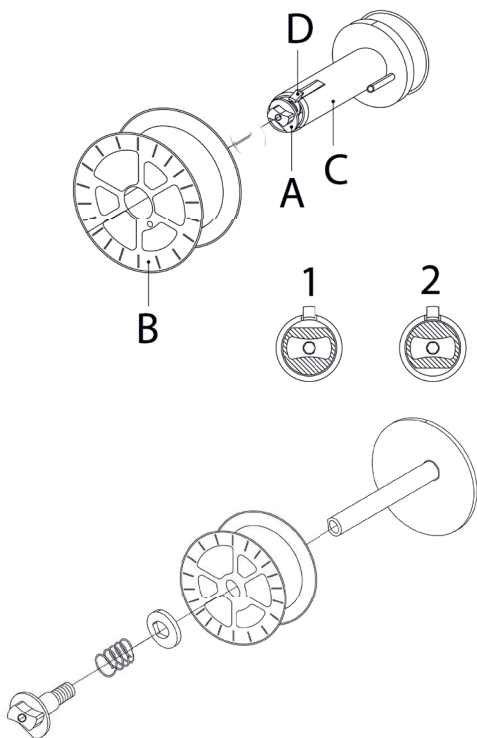
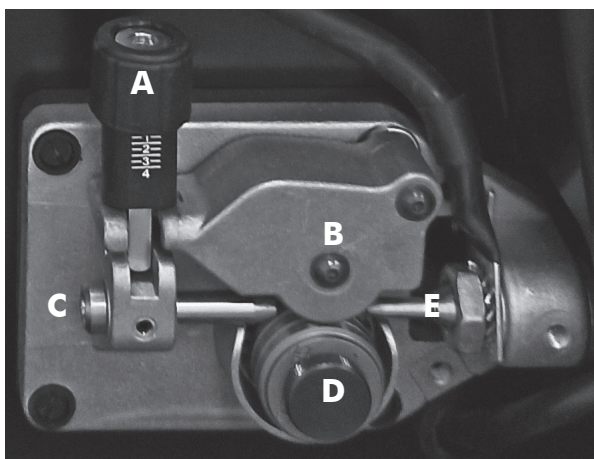

Abbildung 4
Abbildung 5
- Seitliche Abdeckung des Spulenfachs öffnen. Die Mutter (A) der Haspel bis in Position 1 (Bremstrommel) abdrehen. Beim Auswechseln die leere Zündspule herausnehmen, dazu den Sperrstift herunterdrücken(D). (Abb.4)
- Hülle um die Spule entfernen und auf die Haspel setzen. Schließlich die Mutter (A) wieder anbringen und um 180° drehen (Position 2).
- Handrad (A) abschrauben
- Eingelegte Spule (B) von der Haspel (C) nehmen.
- Feder und innere Unterlegscheibe herausnehmen; Haspel (C) vom Zapfen nehmen.
- Handrad (A) wieder anschrauben.
- **Das Handrad (A) dient als Bremssystem der Spule. Ein übermäßiger Druck belastet den Versorgungsmotor. Bei zu niedrigem Druck wird die Spule nach Ende des Schweißvorgangs nicht ausreichend verriegelt.**
- Lösen Sie den Knopf (A) und ziehen Sie diesen aus der Arretierung (Fig.5). Öffnen Sie den Arm (B) der Drahtvorschubeinheit.
- Schneiden Sie das gebogene Drahtende ab und führen Sie das Ende in die Drahtzuführung (C) ein.
- Drücken Sie den Arm (B) auf die Antriebsrolle (D) und fixieren diesen mit dem Knopf (A).
- Stellen Sie den Anpressdruck, des Drahtes, an Knopf (A) ein. Sodass ein Reibungsloser Drahtvorschub gewährleistet ist, ohne durchdrehen der Drahtförderrolle. Ziehen